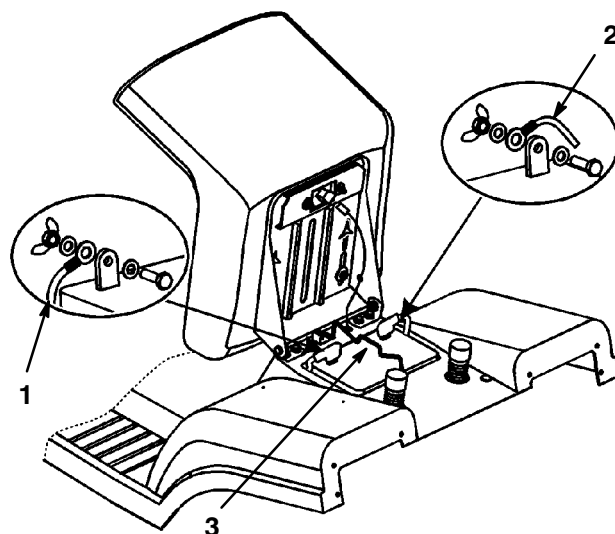

Abbildung 23
- Die Gummiabdeckung vom negativen (schwarzen) Kabel herunterheben. Das negative (schwarze) Massekabel von der Batterieklemme lösen (Abb. 23).
4. Die Gummiabdeckung vom positiven (roten) Kabel herunterheben. Das positive (rote) Kabel von der Batterieklemme lösen (Abb. 23).
5. Die Batteriehalterstange entfernen (Abb. 23).
1. Die Batterie so in das Chassis setzen, dass die Batterieklemmen zur Vorderseite des Traktors zeigen (Abb. 23).
2. Die Batterie mit der Haltestange im Chassis befestigen (Abb. 23).
3. Das positive (rote) Kabel mit Schraube und Flügelmutter an der positiven (+) Batterieklemme anschließen (Abb. 23). Die Gummiabdeckung über die Batterieklemme schieben.
4. Das negative (schwarze) Kabel mit Schraube und Flügelmutter an der negativen (-) Batterieklemme anschließen (Abb. 23). Die Gummiabdeckung über die Batterieklemme schieben.